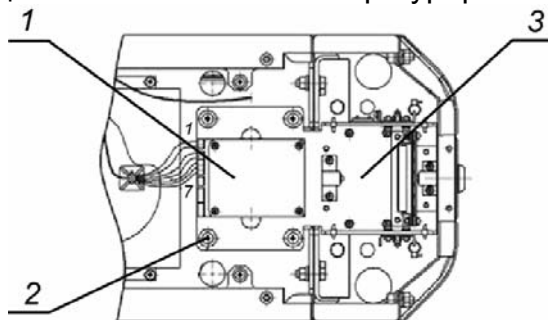

Рисунок 14. Механизм картоприемника
Для переустановки механизма картоприемника (3, рис. 14) необходимо выполнить следующие действия (номера позиций даны в соответствии с рис. 2, если не указано отдельно):
- 8 Демонтируйте механизм картоприемника (3, рис. 14) – крепится четырьмя винтами М5×20 (2, рис. 14) – и установите его на противоположную сторону ЭП, закрепив на аналогичное место этими же винтами.